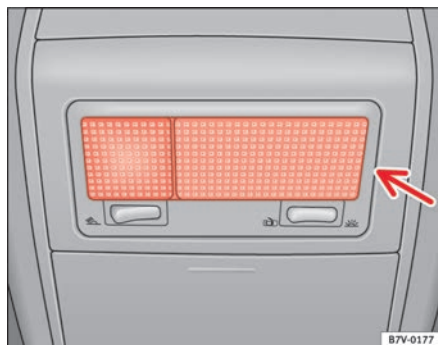

Fig. 169 Luz de lectura
- Gire el portalámparas del dorso de la lámpara en el sentido de la flecha ⇒ fig. 169 y sepárela.